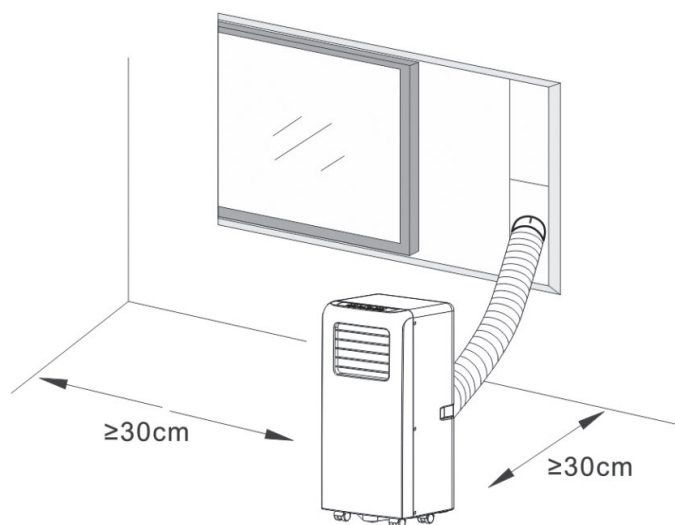

Fig. 3
- Le climatiseur doit être installé sur une surface plane et solide, vide d'au moins 30 cm autour de l'appareil, afin que rien ne bloque la sortie d'air. (Voir Fig. 3)